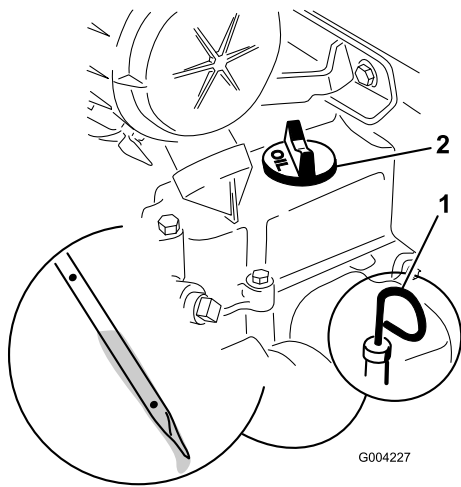

Figura 17
4. Pulite attorno all'asta di livello (Figura 17).
5. Estraete l'asta di livello dell'olio e pulite l'estremità metallica (Figura 17).
6. Infilate fino in fondo l'asta di livello nel relativo tubo (Figura 17).
8. Se il livello dell'olio è troppo basso (inferiore al foro inferiore), pulite l'area circostante il tappo di rifornimento dell'olio e rimuovete il tappo (Figura 17).